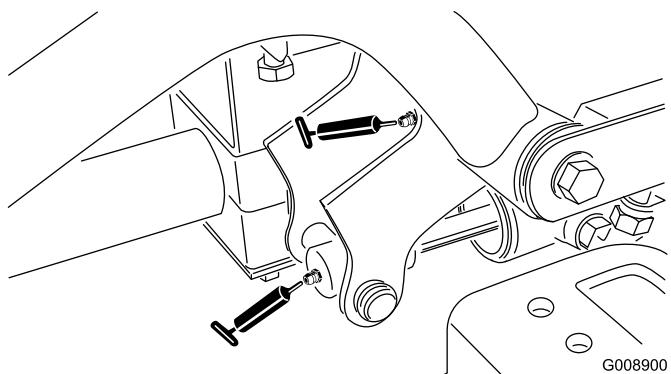

Figura 36
- Pivote y cilindro de elevación del brazo de elevación delantero derecho (2) (Figura 36)